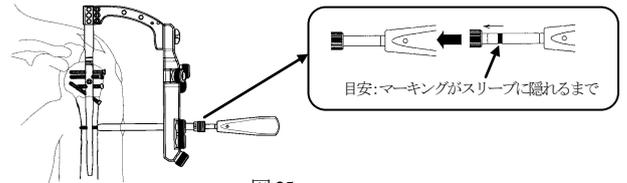

図 25
- 25) 選択した長さの 4.0 コーティカルスクリューを、コーティカル SW ドライバー又はコーティカル SW ドライバー（ホールド型）L を用いて挿入します。（図 25）